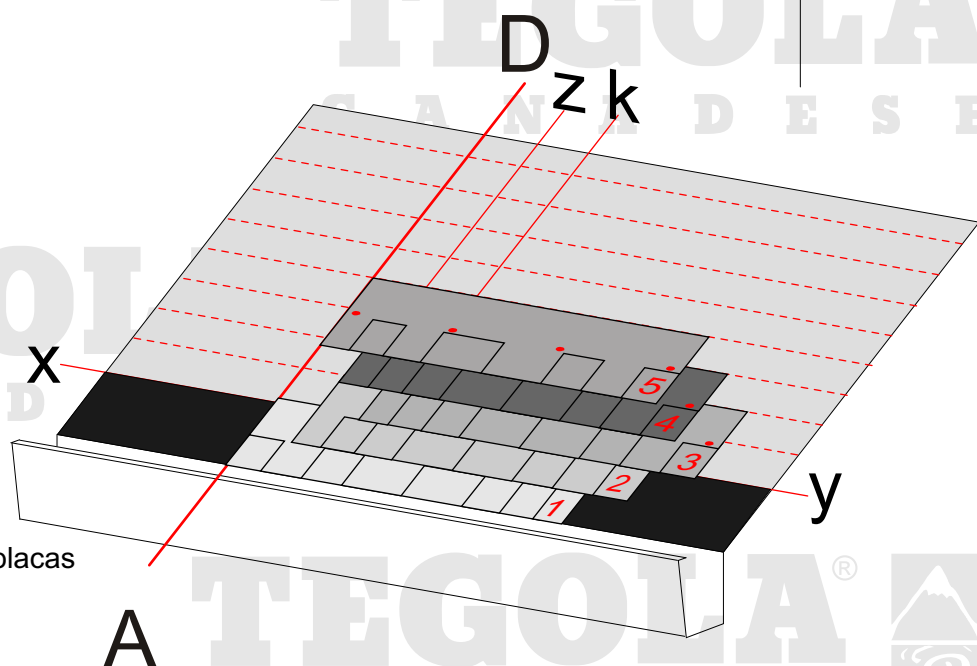

Fig. 3 - Secuencia de 5 placas
- La colocación de la segunda hilera de placas comienza alineando la placa bituminosa Master a la línea z (fig. 3).
- La colocación de la tercera hilera de placas comienza alineando la placa bituminosa Master a la línea k (fig. 3).
- La colocación de la cuarta hilera de placas comienza alineando otra vez la placa bituminosa a la línea z (fig. 3).
- La colocación de la quinta hilera de placas comienza alineando la placa bituminosa a la línea AD (fig. 3).